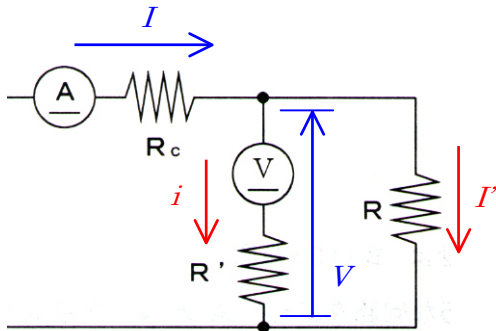
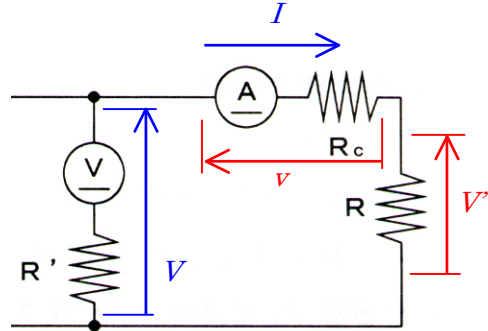

図 5
図 6
- 図 5, 図 6 における記号について
抵抗値を測定するには, 計測したい抵抗に電圧をかけて, どのぐらいの電圧がかかったときにどのぐらいの電流が流れるかを測定すればオームの法則より抵抗値が求められる. ここで, 電圧と電流を測定するための回路として図 5, 図 6 の 2 つの回路が考えられる. さて, どちらの回路が高抵抗または低抵抗を測定するのに適しているのか, または不適なのかを考える.
- 図 6 の回路では電流計と供試抵抗が直列接続のため, 電圧計での測定値 V の一部は電流計により電圧降下する, すなわち $V' = V - v$
- 3.4 では, 低抵抗と高抵抗の測定グラフ (各 1 枚). 各グラフには図 5 と図 6 の回路から求めた見かけの抵抗値のグラフ 2 本が描かれていること. 真値はレポートで報告すること.
- ・ 上記の結果をグラフ化すること。低抵抗と高抵抗のグラフを各1枚。各グラフ内で図5と図6のそれぞれの回路による測定値から求めた見かけの抵抗値と真値の抵抗値を比較する。すなわち、1枚のグラフ内に4本の測定結果が入っていること。
- ・ 図5、図6の回路は実験装置にあるスイッチで切り替えることが出来る。
- 上記の結果をグラフ化すること。（低抵抗と高抵抗のグラフを各1枚。各グラフ内で、図5と図6のそれぞれの回路による測定値から求めた見掛けの抵抗値と内部抵抗を考慮した真値の抵抗値を比較する。つまり1枚のグラフ内に4本の測定結果が入る。）